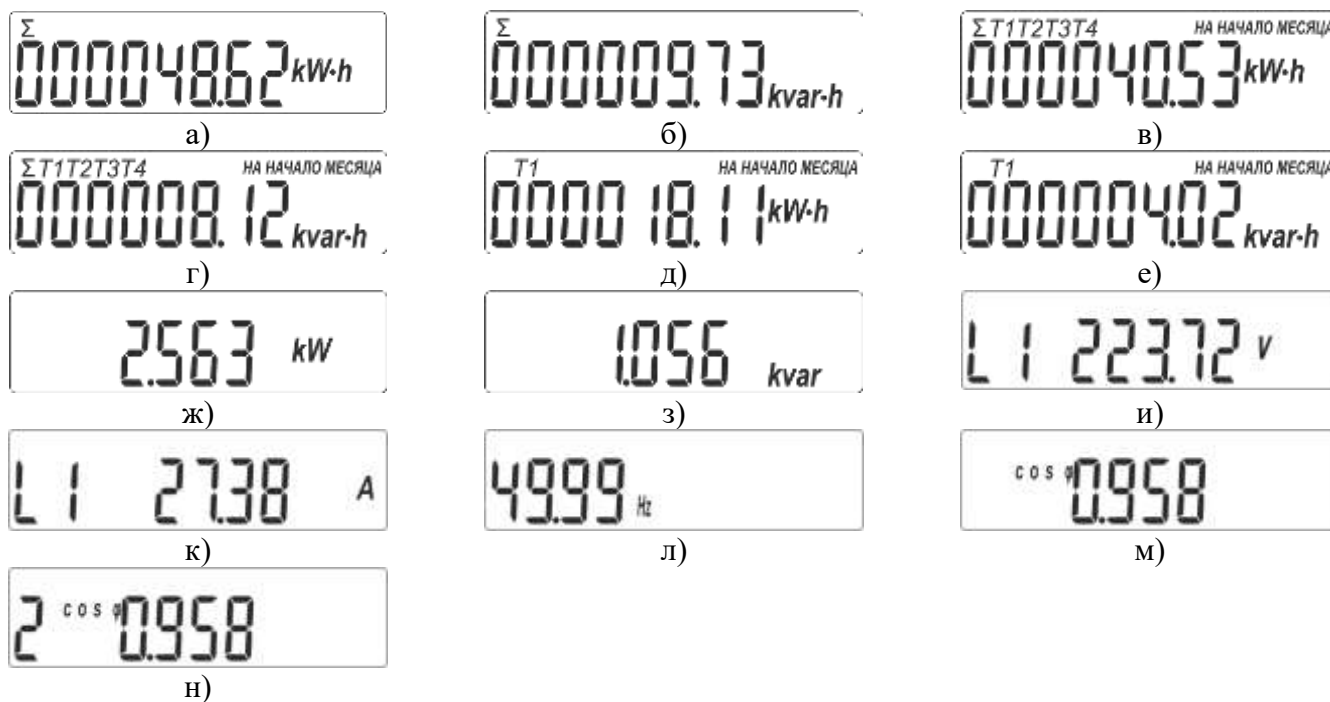

Рисунок 3.5 – Программируемые режимы индикации счетчика
- количество потребленной активной электроэнергии суммарно независимо от тарифного расписания (рисунок 3.5, а);
- количество потребленной реактивной электроэнергии (только для исполнений с индексом «R1» или «R2») суммарно независимо от тарифного расписания (рисунок 3.5, б);
- количество потребленной активной электроэнергии нарастающим итогом суммарно по действующим тарифам на начало месяца (рисунок 3.5, в, на рисунке показана индикация для четырех действующих тарифов);
- количество потребленной реактивной электроэнергии (только для исполнений с индексом «R1» или «R2») нарастающим итогом суммарно по действующим тарифам на начало месяца (рисунок 3.5, г, на рисунке показана индикация для четырех действующих тарифов);
- количество потребленной активной электроэнергии нарастающим итогом раздельно по действующим тарифам на начало месяца (рисунок 3.5, д, на рисунке показана индикация для T1);
- активной мощности (рисунок 3.5, ж);
- реактивной (только для исполнений с индексом «R1» или «R2») мощности (рисунок 3.5, з);
- действующего значения фазного напряжения (рисунок 3.5, и, на рисунке показана индикация для фазы 1);
- действующего значения фазного тока (рисунок 3.5, к, на рисунке показана индикация тока для фазы 1);
- частоты сети (рисунок 3.5, л);
- коэффициента активной мощности для всех фаз ($\cos \varphi$) (рисунок 3.5, м);